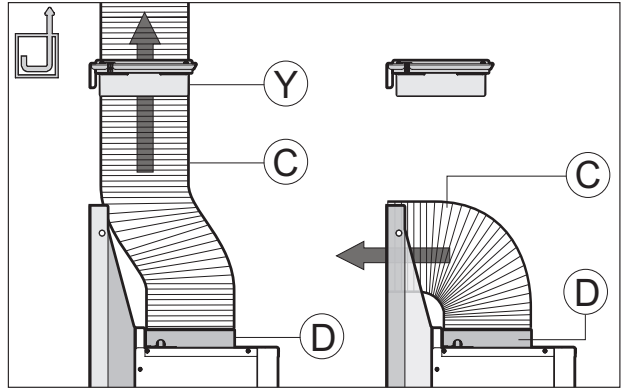
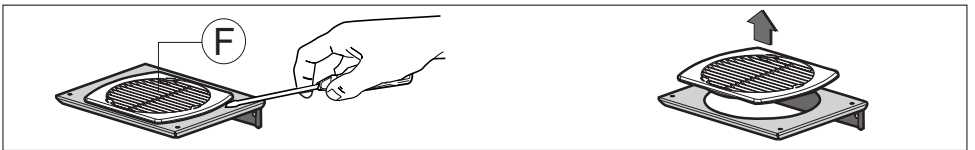

Fig.7
Fig.8
- Se il vostro modello è in **versione aspirante**, togliere la griglia **F** (fig. 8) solo nel caso in cui si ha la necessità di far passare il tubo evacuazione aria all'interno della staffa uscita aria **Y** fig.7.